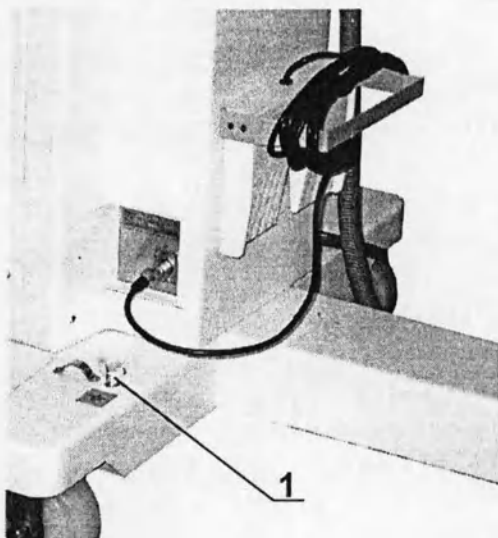

Рис.4.4. Местоположение болта защитного заземления на тумбе штатива
- Подключите провод заземления к болту, расположенному на тумбе штатива (рис.4.4, поз.1). Для подключения провода заземления, вывинтите болт-«барашек» заземления, насадите контактный лепесток провода заземления на болт и, ввинтив болт-«барашек» в отверстие с резьбой, надежно закрепите контактный лепесток.